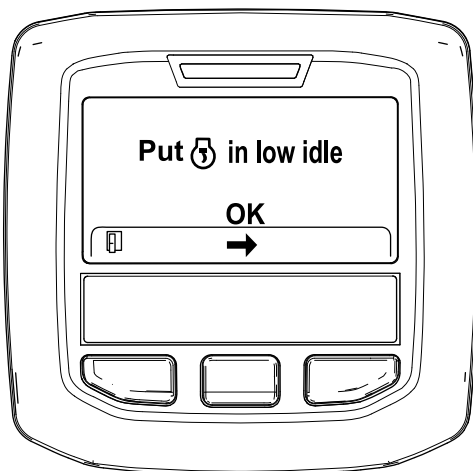

Figura 30
6. Mova o controlo da aceleração para RALENTI BAIXO e prima o botão central (Figura 30).